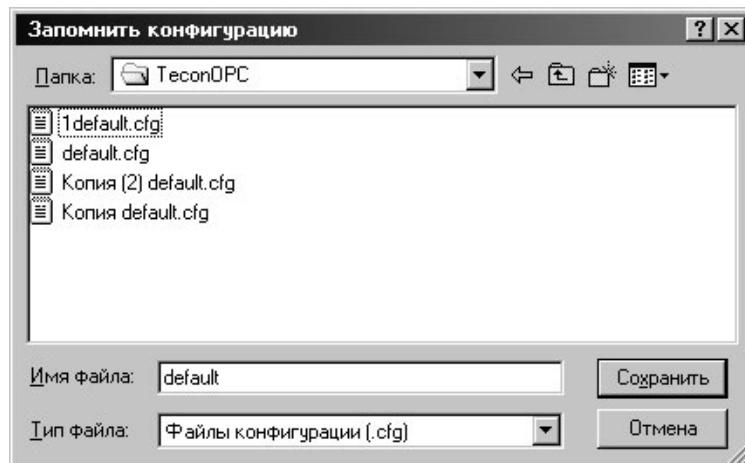

Рисунок 4.31 - Сохранение конфигурации
- б) в появившемся окне (см. Рисунок 4.31) сохранения конфигурации выбрать (либо задать новый) файл, в который производить сохранение, и нажать на кнопку «Сохранить».